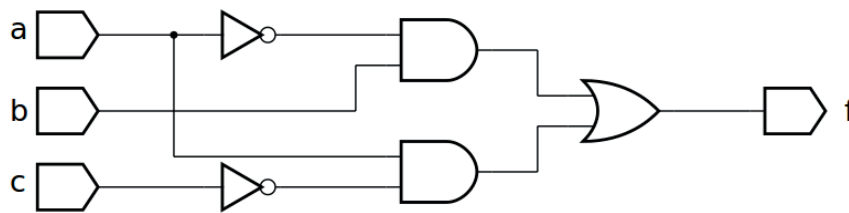

Figura 5.2 – A implementação da função simplificada $f(a,b,c) = (2,3,4,6) = a'b + ac'$ na forma E-OU.
- b) A forma simplificada da função como soma dos produtos é a seguinte: $f(a,b,c) = a'b + ac'$. Nesta forma, esta função pode ser diretamente implementada por dois níveis de portas lógicas E-OU. A implementação desta função simplificada na forma E-OU é mostrada na Figura 5.2. A tabela 5.8 mostra a tabela verdade da função $f(a,b,c) = (2,3,4,6)$.